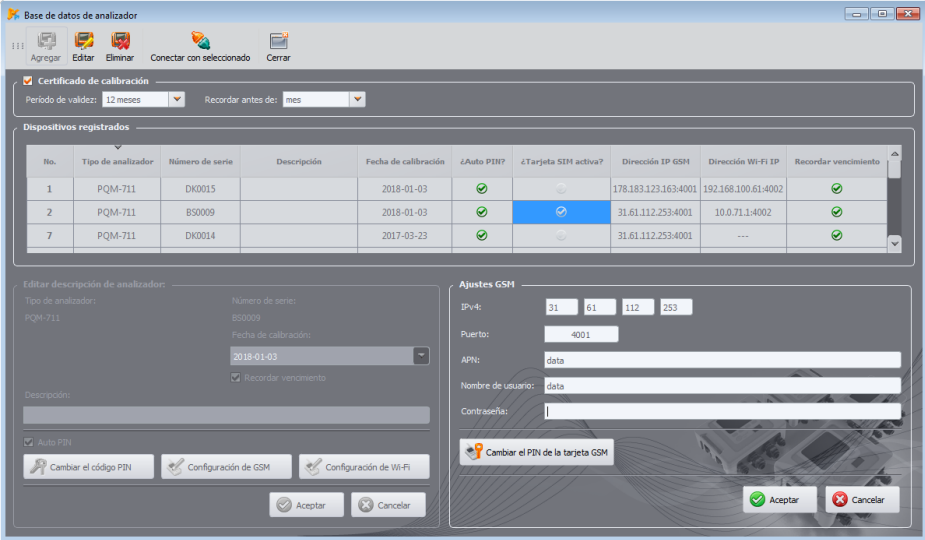

Fig. 42. Introducción de los ajustes GSM a la base de analizadores.
- Aparecerá el mensaje "Analizador no conectado" y al mismo tiempo se mostrará el panel de ajustes GSM en modo offline, lo que permite introducir la dirección IP del analizador (Fig. 42).